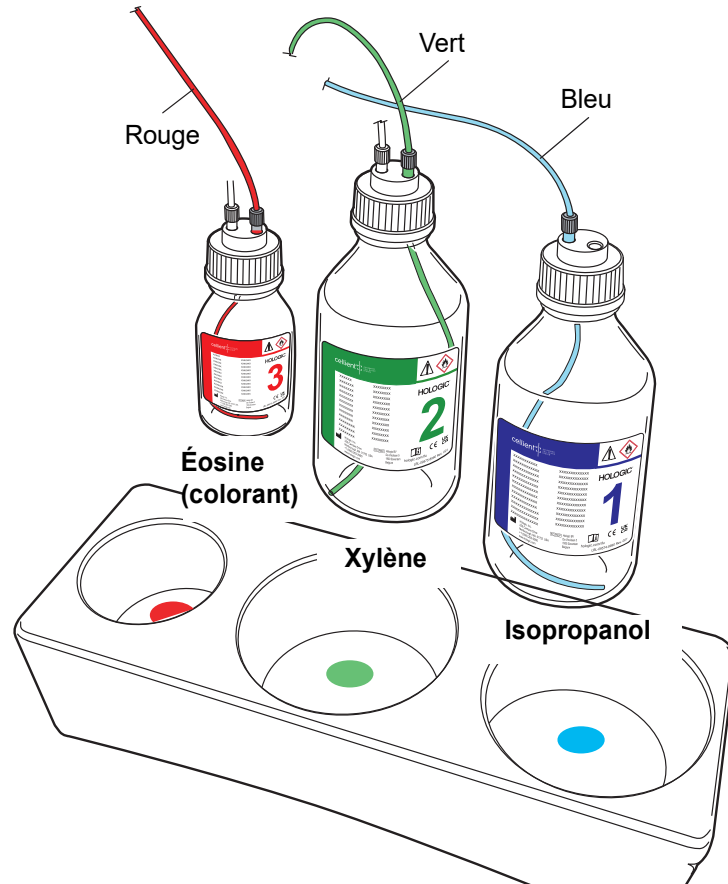

Figure 2-3 Bouteilles de réactifs
Les bouteilles de xylène (2) et d'éosine (3) sont pressurisées. Le tuyau coloré correspond au réactif, le tuyau blanc à l'air. La bouteille d'isopropanol (1) n'est pas pressurisée et ne porte que le tuyau d'approvisionnement du réactif au niveau de son bouchon. Voir la Figure 2-3.